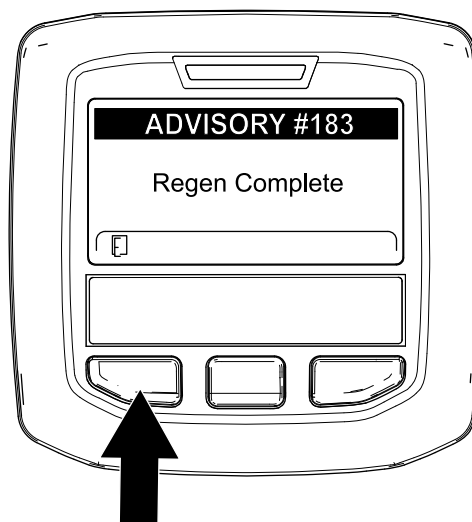

Bild 51
9. Wenn der Motorcomputer eine geparkte Regenerierung oder eine Wiederherstellung-Regenerierung abschließt, wird im InfoCenter ADVISORY #183 (Bild 51) angezeigt. Drücken Sie die linke Taste, um den Homebildschirm anzuzeigen.